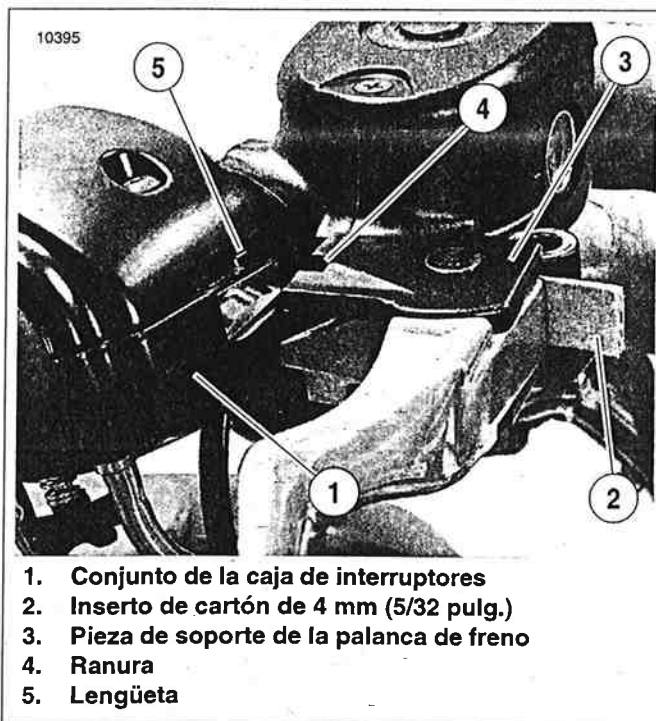

Figura 2-81. Ajuste de la palanca/bomba de frenos en las cajas de interruptores del manillar derecho
1. Vea la Figura 2-81. Coloque el conjunto de la palanca del freno/bomba de frenos en el lado interior del conjunto de la caja de interruptores (1) enganchando la lengüeta (5) de la caja inferior de interruptores en la ranura (4) en la parte superior de la pieza de soporte de la palanca del freno (3).